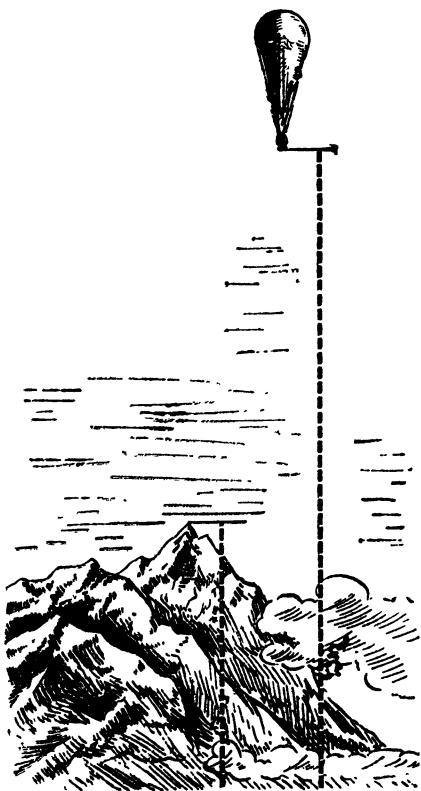

Рис. 24.
4. Высочайшая вершина на Земле — Чомолунгма имеет высоту около 9 тысяч метров. Зная это, определите масштаб приложенного здесь рисунка, а также по найденному масштабу определите, какой высоты удалось достичь человеку на стратостате (рис. 24).